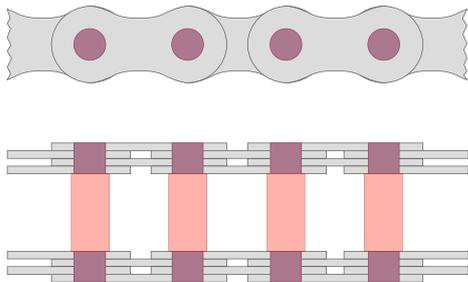

Fig. 3.26 Catena articolata
- **articolate**: sono formate da piastre collegate a perni mediante accoppiamenti rotoidali. A differenza della prima tipologia, permettono una trasmissione veloce [fig. 3.26].